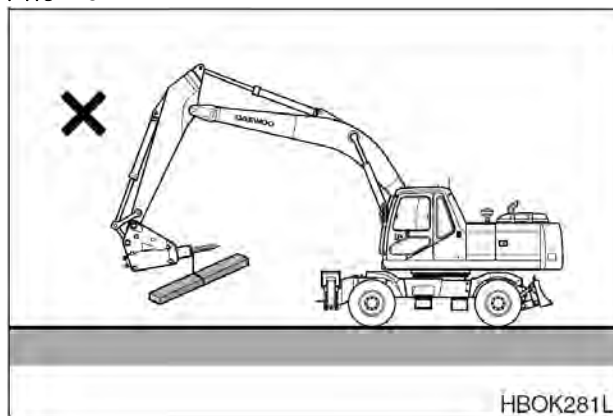

Рис. 77
7. Запрещается поднимать или буксировать что-либо дробилкой. (Рис. 77)